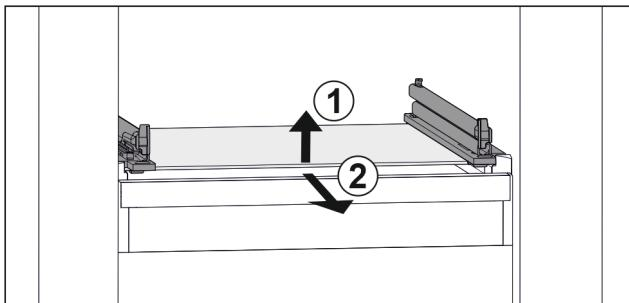

Fig. 68 Примерное отображение стеклянной пластины
- Приподнимите стеклянную пластину спереди. Fig. 68 (1)
- Извлеките стеклянную пластину движением вперед. Fig. 68 (2)